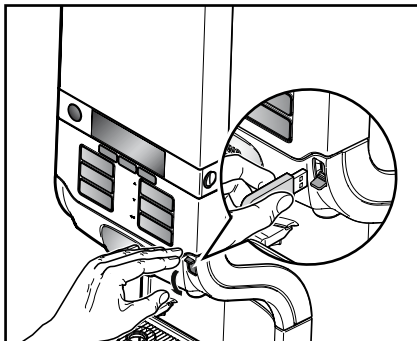

Fig. 51
- Indsæt den leverede USB-nøgle i USB-porten på kaffemaskinen (fig. 51).